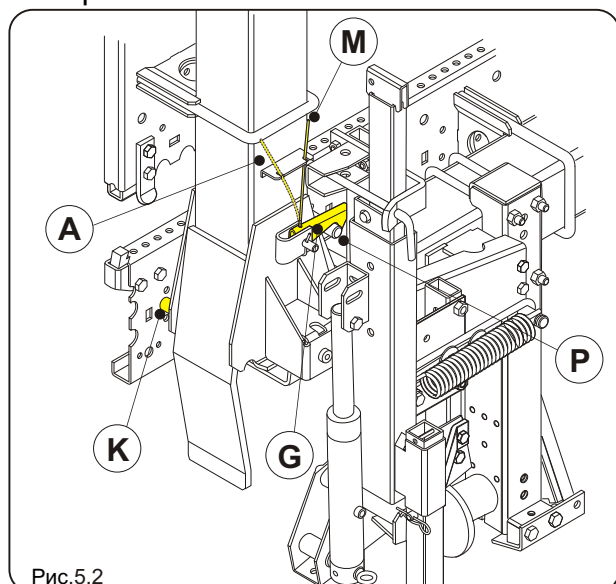

Рис.5.2
- Переместите пружину **М** в положение **А** (рис.5.2) на обоих кронштейнах.
- Легко закрывайте кронштейны до тех пор, пока крючок **Г** не расцепится и не освободит штифт **Р** (рис.5.2).
- Переместите пружину **М** в положение **А** на обеих частях (рис.5.2).
- Всегда действуя на гидравлическое управление, открывайте дополнительные кронштейны таким образом, чтобы штифт **К** кронштейна сцепился с рамой (рис.5.2).